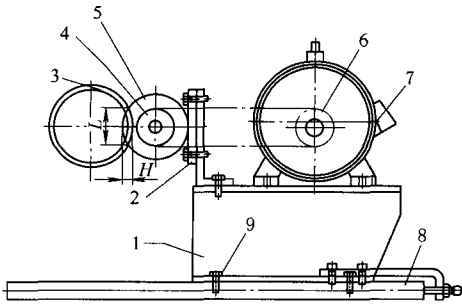
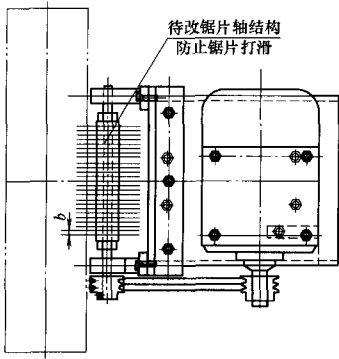

图 1
图 2
我厂利用车床结构特点, 自行研制了一套进给装置 (见图1、图2), 即将车床刀架部分改造一套由自主驱动部分和切刀部分共同组成的进给装置, 克服了传统加工的局限性, 提高了工作效率, 降低了生产成本。
(1) 控制切缝长度 L 为了控制切缝长度, 在切刀纵向进给方向增加限位装置, 通过进给深度 H 的控制确保缝隙 L 的长度 (见图1)。
(2) 控制缝间距 b 每组缝隙的间距可以按照图样要求间隔套逐一隔开实现间距 b , 每刀切割总长度 $L=Nb$, 锯片的数量 N 和缝间距 b 可根据实际情况而定 (见图2)。在组合锯片时注意夹紧, 防止刀片打滑。
(3) 控制缝隙表面质量 缝隙的宽度和表面粗糙度受刀片切削速度的影响, 速度太快、太慢都可能影响缝隙的表面质量, 所以如何选择和控制适宜的切削速度也是相当关键的。一般情况影响转速的主要因素有电动机转速、带传动速比和轴承, 例如可以选择型号为Y100L1-4 普通电动机, 合金锯片厚度约0.7mm。当电动机的转速为1 430r/min